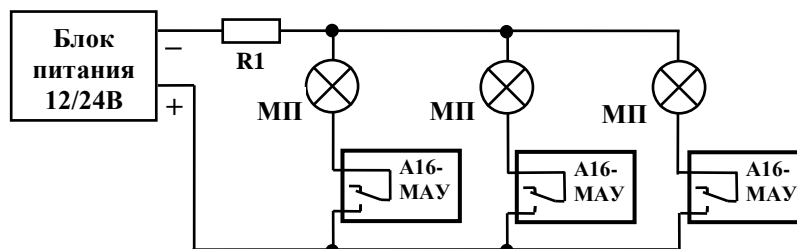

Рис.5. Схема подключения модулей пожаротушения ("МП") с контролем исправности цепи каждого модуля и с веерным включением модулей.
6.1.17. При питании нескольких групп модулей от единого источника возможно организовать их веерное включение. Для этого шлейф с модулями пожаротушения необходимо подключить непосредственно к источнику питания через ограничительный резистор R1 (рис.5), а модулям А16-МАУ задать время задержки включения таким образом, чтобы их включение осуществлялось поочередно.